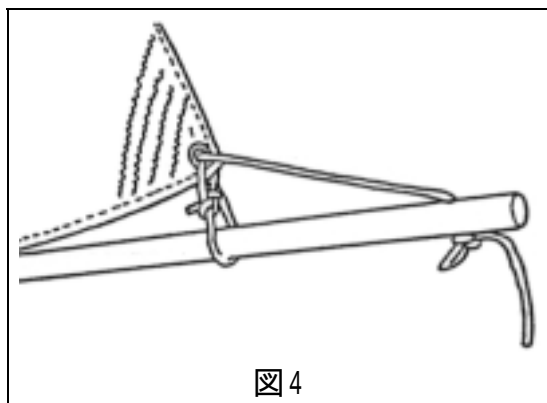

図4
- マストのブ - ムストップパ - の上にブ - ムジョ - を差し込む。(この時、ブ - ムに付いている滑車が下側になるようにして下さい。)セ - ルにクリューアウトホール用口 - プを通し、ブ - ム端の穴に結ぶ。〔図4〕(ボ - ラインノット)